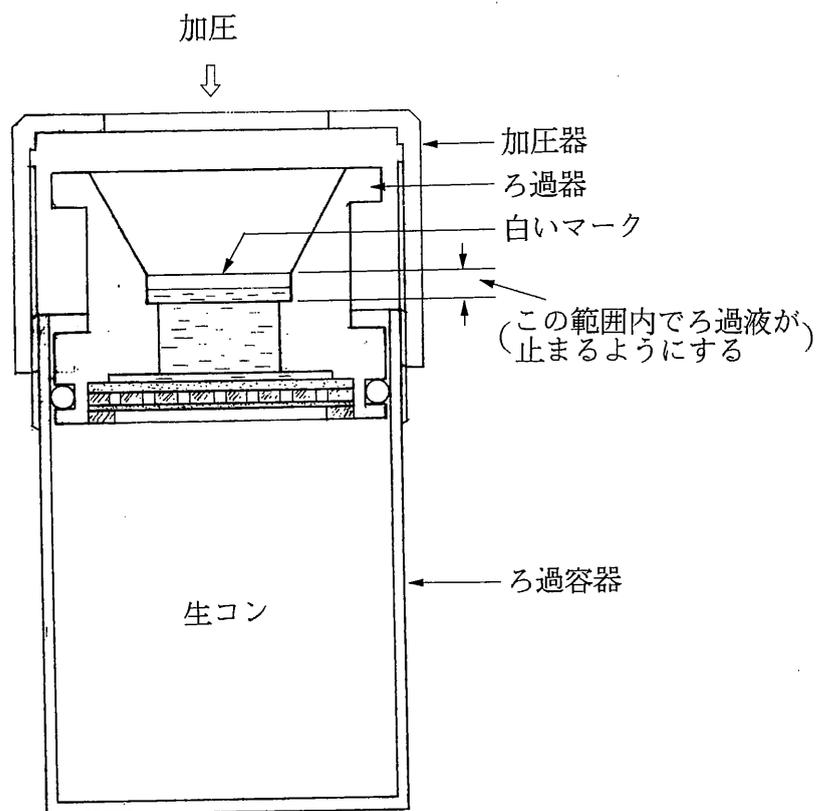

図 3
- ④ 組立てたろ過器を図3の様にろ過容器の上に乗せて、加圧器にてネジを絞める要領で加圧して目印の位置迄ろ過液を浸透させます。